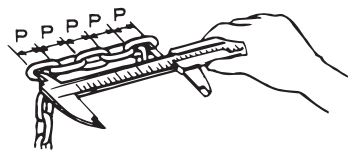

図21 ピッチ測定方法
- (1)ロードチェーンは、部分的にではなく、全体をチェックしてください。5個のリンクのピッチ(P)の和を、図21のように、ノギスで測定してください。
- (2)通常は30cmおきに測定してください。但し、限界値に近いときは、より多くの場所を測定し、一部分でも限界値に達していたら新品と取り替えてください。
- (3)リンクとリンクの接触部の摩耗やキズなどにより、線径が初期線径の95%未満(最も小さい測定値となる測定を行うこと)になっている部分が1箇所でもあれば、新品と取り替えてください。以下3項目のいずれか1つでも該当するロードチェーン・手鎖は、新品と取り替えてください。
- (4)ロードチェーンに有害なキズ、変形、さびがある。
- (5)手鎖の操作時、ハンドホイールとの噛み合いが良好でないもの。手鎖にキズ、変形、さびがある。
- (6)溶接スパッタの付着が見られるなど、高熱にさられたと考えられる場合。